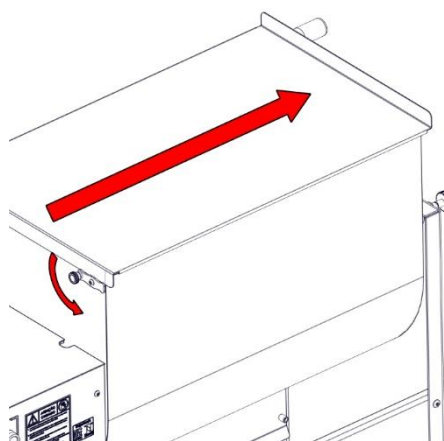

FIG. 6
2. Abasteça a misturadeira com o produto a ser processado, atentando-se à quantidade mínima de 50kg e ao limite máximo de 90kg da máquina, que não devem ser ultrapassados. Em seguida, feche a tampa e trave-a (FIG. 6);